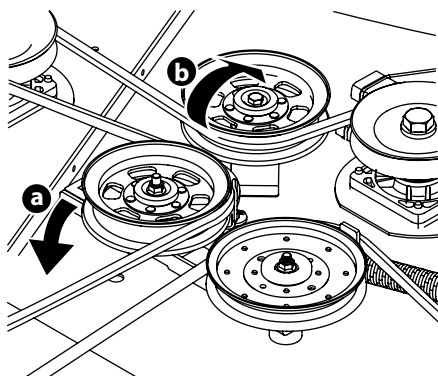

Figura 4-13
- b. Desde la parte media del tractor, haga girar el soporte de polea loca y la polea loca móvil hacia atrás, separándolos de la parte posterior de la correa en 'V' (a) a una distancia suficiente que permita levantar la correa, por encima de la polea loca (b). Consulte Figura 4-13.